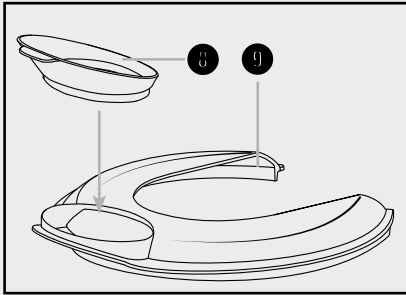

Fig.2 Montering af påfyldningshjælpen
- Efter ønske kan du montere påfyldningshjælpen **8** på låget **9** (Fig.2):